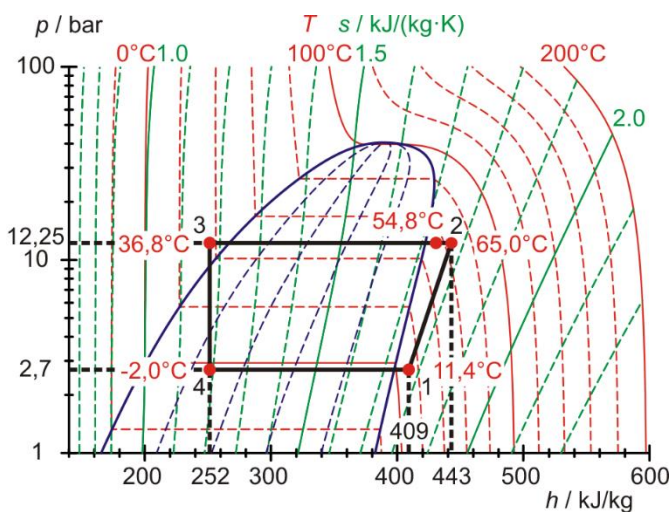

Fig. 5: Representação do processo circular da bomba térmica em diagrama Mollier, 15 minutos após ligar o compressor.
- Representar o processo circular da bomba térmica com os valores de medição registrados com $t = 900$ s para T_1 , T_2 , T_3 e T_4 e p_3 e p_4 no diagrama de Mollier (Tab. 1, Fig 5) e ler os valores para as entalpias específicas h_1 , h_2 e $h_3 = h_4$.